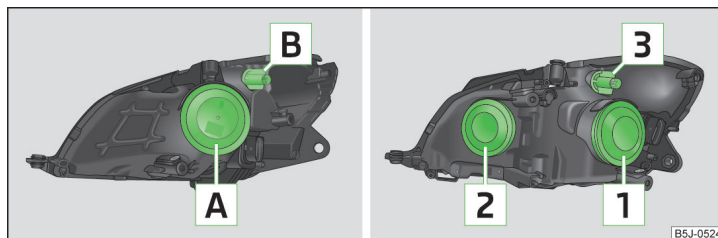

Fig. 154 Asignación de bombillas: Faros halógenos/faros proyectores halógenos
- Retire la tapa de goma **A** » fig. 154 de la página 178.
- Retire la tapa de goma **1** » fig. 154 de la página 178.
- Retire la tapa de goma **2** » fig. 154 de la página 178.
- Gire el portalámparas **B** » fig. 154 de la página 178 o el portalámparas **3** hasta el tope en el **sentido contrario** al de las agujas del reloj y sáquelo junto con la bombilla para la luz intermitente.
- Retire la tapa de goma **A** » fig. 154 de la página 178 o **2**.